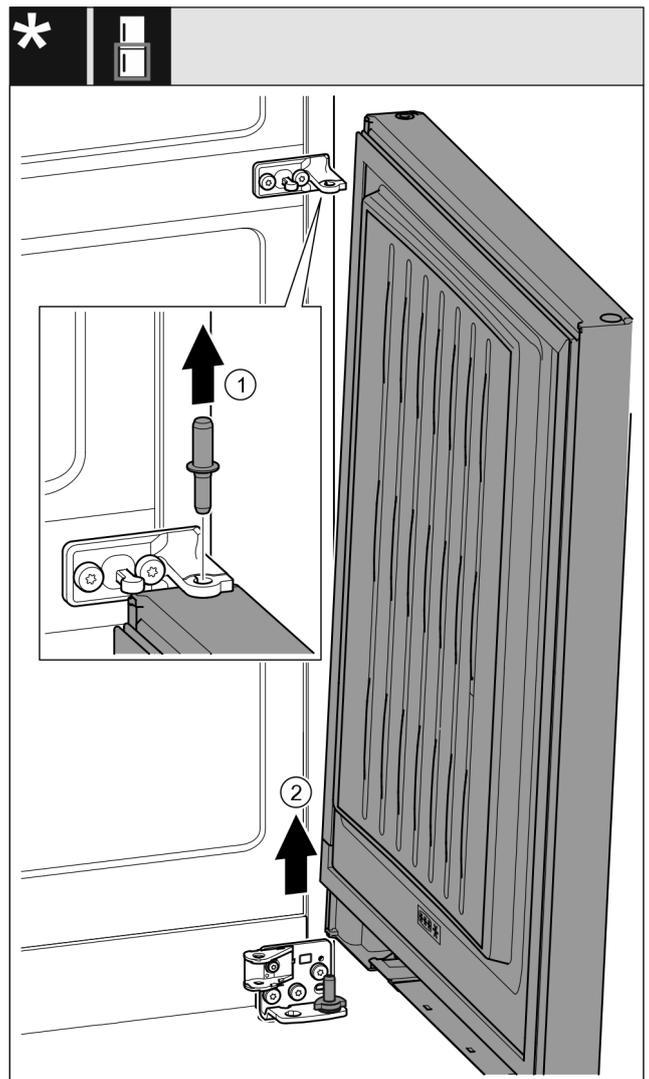

Fig. 21 \*
- ▶ Bolzen nach oben herausziehen. *Fig. 21 (1)\**
- ▶ Tür herausschwenken, nach oben ziehen und beiseitestellen. *Fig. 21 (2)\**